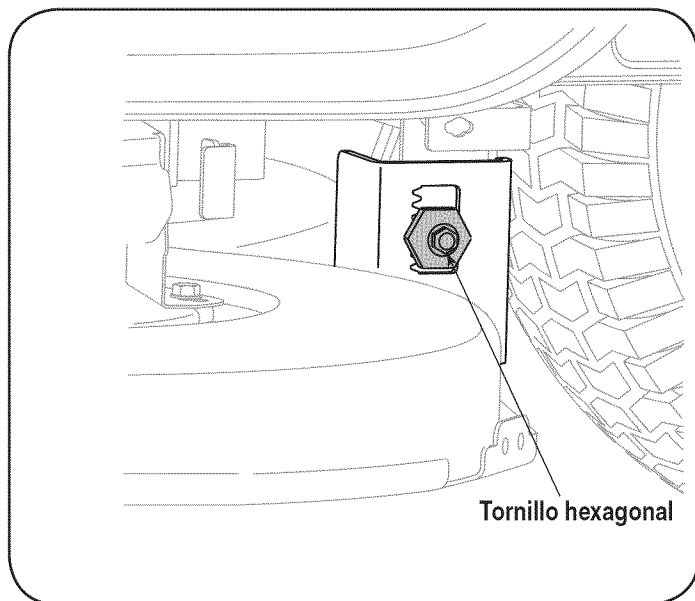

Figura 17
3. Afloje, pero no lo quite, el tornillo hexagonal de la izquierda soporte de la cubierta de colgar. Véase la figura. 17.